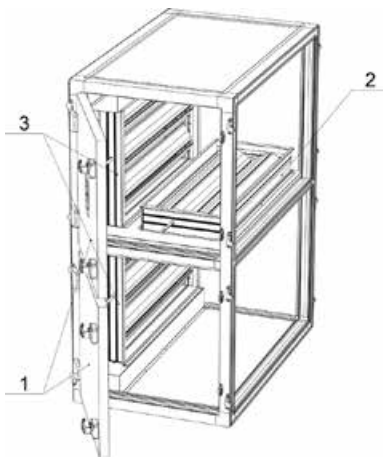

Abbildung 4.7.3
3. Zweistufiges Mischteil mit drei Klappen innen (übereinander (Abbildung 4.7.3) oder nebeneinander).